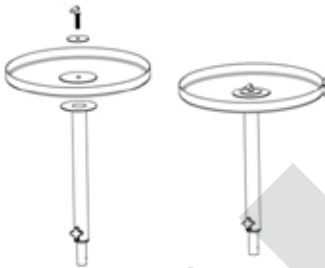

Abb. 2
7. Legen Sie die Unterlegscheibe über die Öffnung an der Unterseite des Sockels. Stecken Sie dann die Schraube zur Sockelbefestigung hinein und drehen Sie die Schraube fest (Abb. 2).